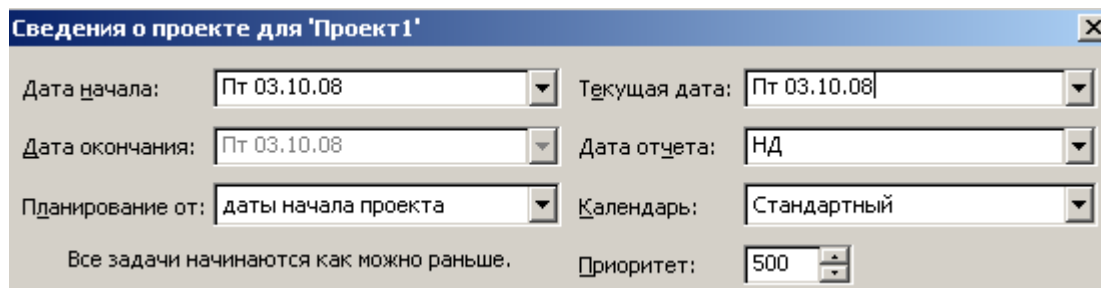

Рис. 3
- Выберите команду меню (Проект • Сведения о проекте). На экране появится уже знакомый вам диалог (Сведения о проекте для «Проект1») (рис. 3).